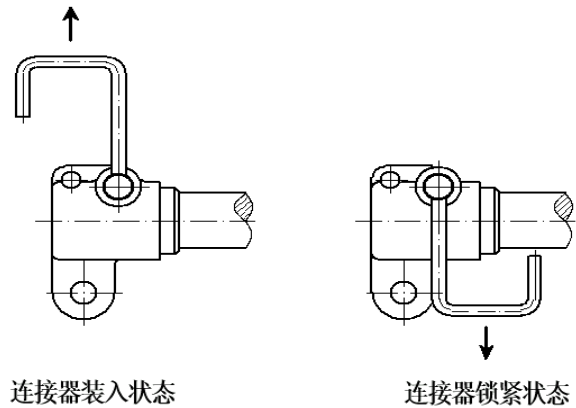

图 10
- d) 安装内筒时，先用手指提着连接器的拉环转到向上的位置，把连接器套入杠杆吊杆端后，再将拉环轻轻转到下垂的位置即可。请参见图 10。